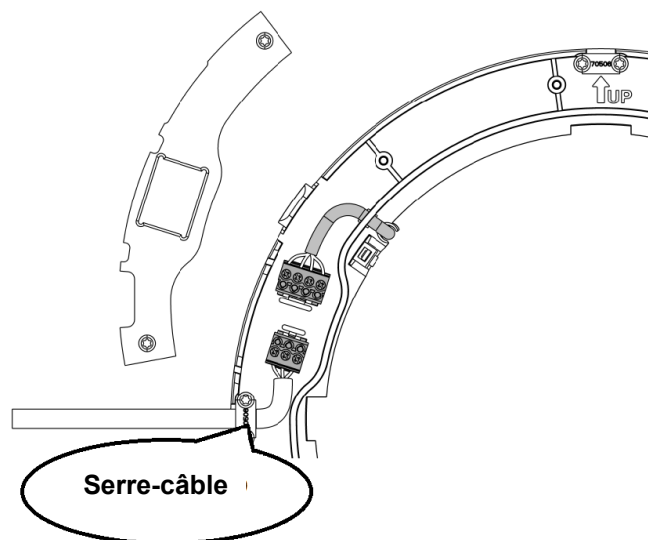

Figure 39 - Raccordement du câble dans la borne 3 avec un serre-câble
4. Déplacez le serre-câble depuis le couvercle du haut et fixez-le à la borne 3 (voir Figure 39).